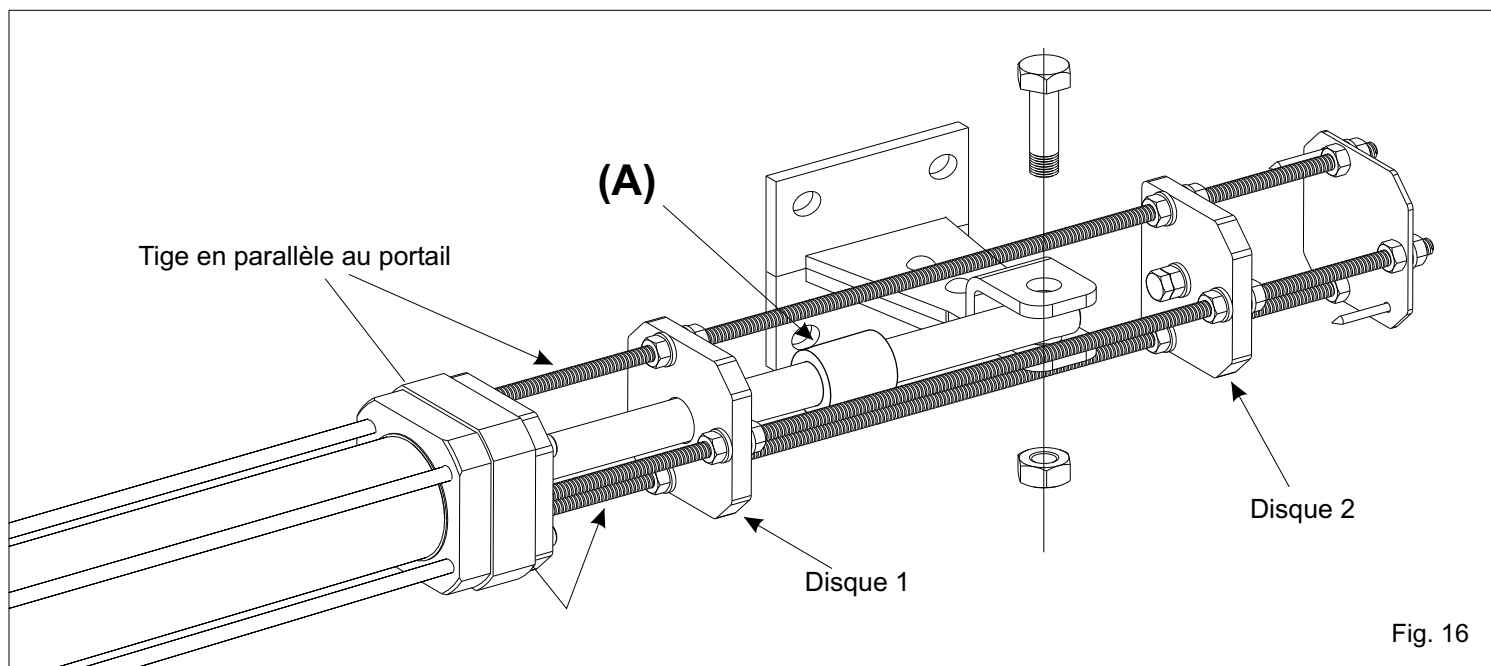

Fig. 16
- Mettre les feuillures de fin de course sur la flasque antérieure de l'unité avec les deux entretoises (des trois présentes sur la feuillure) qui se trouvent en parallèle au portail (Fig. 16)